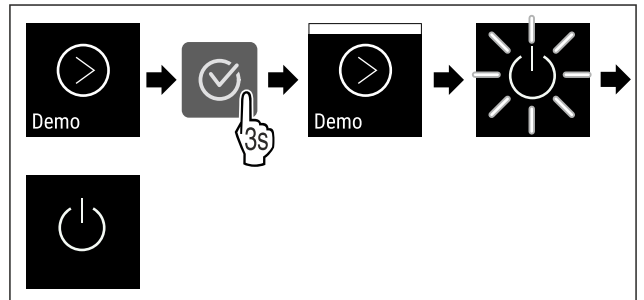

Fig. 111
- ▶ Efectuați pașii de acțiune (vezi Fig. 111).